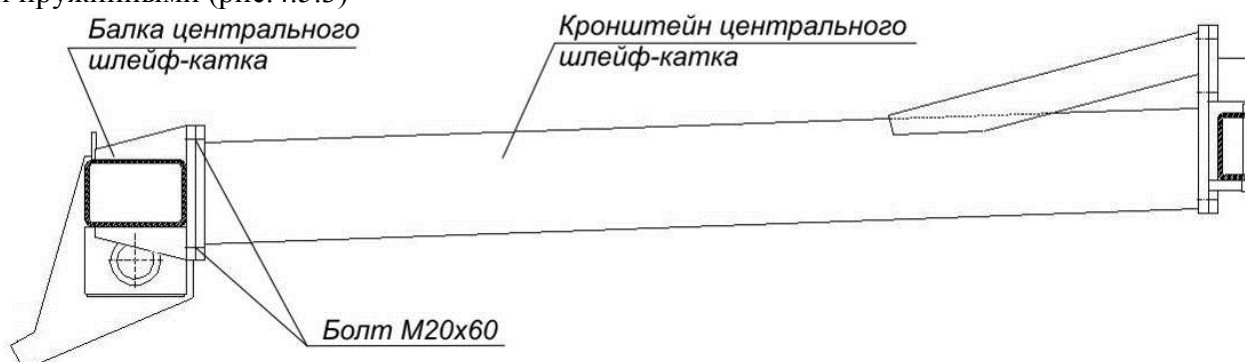

Рис. 4.5.3.
4.5.3. Установите балку центрального шлейф-катка на кронштейны центрального шлейф-катка совместив установочные пластины и зафиксировав их болтами M20x60мм, гайками и шайбами пружинными (рис.4.5.3)